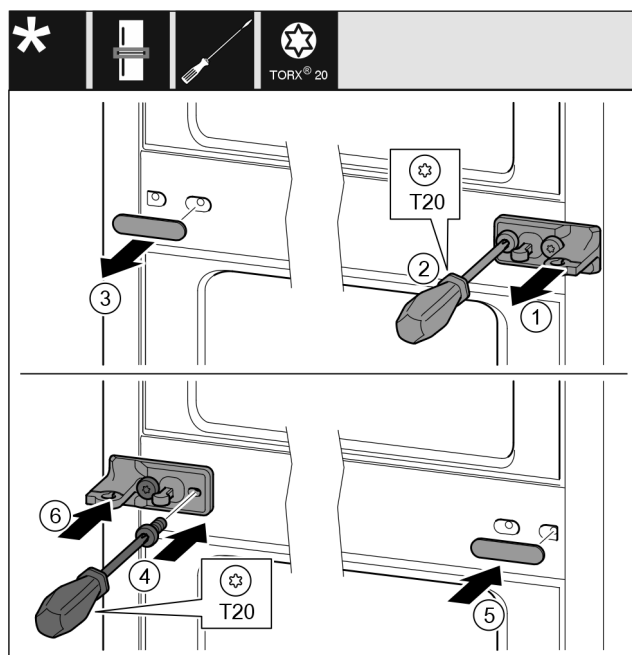

Fig. 33
- Scoateți șaiba. Fig. 33 (1)
- Extrageți prin rotire șuruburile cu șurubelnița T20. Fig. 33 (2)
- Desprindeți cu precauție apărătoarea. Fig. 33 (3)
- Înșurubați ferm pe cealaltă parte suportul de lagăr cu folie rotit cu 180°. Fig. 33 (4)
- Atașați pe cealaltă parte capul rotit cu 180°. Fig. 33 (5)
- Montați șaiba din față. Fig. 33 (6)